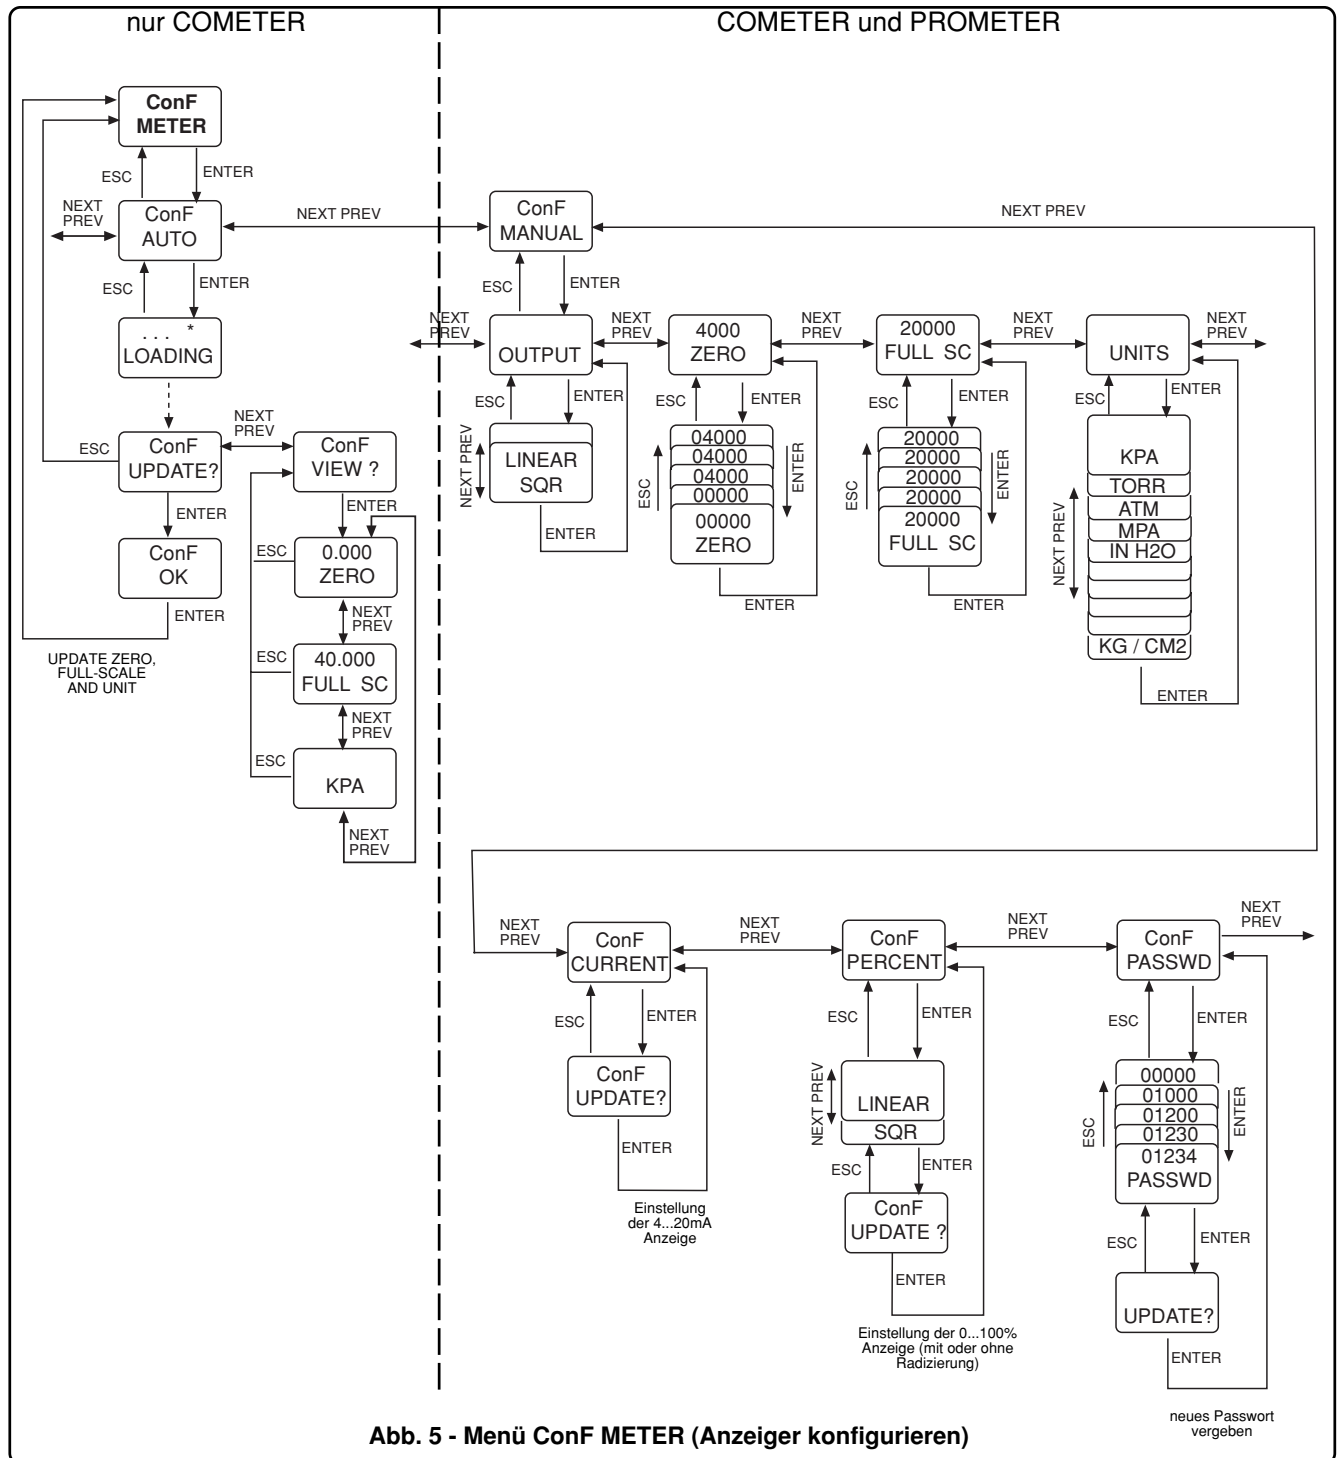

Abb. 5 - Menü ConF METER (Anzeiger konfigurieren)
Der Zugang zu den Konfigurationsmenüs kann mit einem Passwort aus fünf Ziffern geschützt werden. Dieses Passwort kann im Menü ConF METER (Anzeiger konfigurieren) festgelegt und aktiviert werden. Der Zugang zum Menü ConF PASSWORD (Passwort konfigurieren) erfolgt wie in Abbildung 5 gezeigt. Sobald das Menü ConF PASSWORD (Passwort konfigurieren) geöffnet wurde, blinkt der Cursor bei der ersten Ziffer. Um die Ziffern, die ursprünglich auf Null (0) gesetzt sind, zu ändern, den Taster ENTER betätigen. Mit den Tastern NEXT und PREV den Wert der jeweils aktiven Ziffern erhöhen oder verringern und dann mit dem Taster ENTER den Cursor auf die nächste Ziffer verschieben oder mit dem Taster ESC auf die vorherige Ziffer zurückspringen. Wenn die Meldung „UPDATE?“ (Aktualisieren?) erscheint, kann das neue Passwort durch Betätigen des Tasters ENTER bestätigt oder die Passwortdefinition durch Betätigen des Tasters ESC abgebrochen werden. Wenn alle Ziffern auf Null gesetzt sind, ist das Passwort deaktiviert.
Vorgehensweise für das Menü ConF AUTO (Automatische Konfiguration) siehe Abb. 5 - ConF METER (Anzeiger konfigurieren).
Wenn diese Option gewählt wird, kann der Bediener das CoMeter und ProMeter von Hand konfigurieren, d. h. die Werte für den Messbereichsanfangswert LRV (ZERO), den Messbereichsendwert URV (FULL SC) und die gewählte Einheit (UNIT) von Hand festlegen und die Ausgangsfunktion auf eine lineare (LINEAR) oder eine Radizierfunktion (SQR) einstellen. Für den Messbereichsanfangswert LRV und den Messbereichsendwert URV können Werte zwischen -99999 und +99999 eingegeben werden. Genauere Angaben zur Vorgehensweise siehe Abb.5-ConF METER (Anzeiger konfigurieren). Damit das CoMeter den analogen Ausgangsstrom oder den Ausgangs-Prozentwert anzeigt, ist ConF CURRENT beziehungsweise ConF PERCENT einzustellen.
Mit der Option ConF PERCENT kann der Bediener die Ausgangsfunktion auf eine lineare (LINEAR) oder eine Radizierfunktion (SQR) einstellen. Wenn die Radizierfunktion gewählt wird, ist das Ausgangssignal zwischen 0 bis 20% linear (bis 4% Eingang dp). Genauere Angaben zur Vorgehensweise siehe Abb.5-ConF METER (Anzeiger konfigurieren).